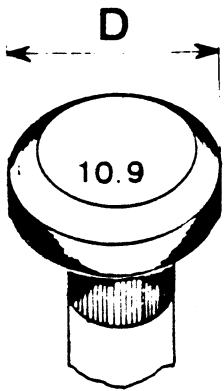

Fig. 3
- Diameter D van de boutkop (Fig. 3) is vergroot. Dit is noodzakelijk om een te hoge vlaktedruk op wielnaaf 14 te voorkomen.
- De wielbouts zijn van een ander materiaal vervaardigd met hogere treksterkte. De treksterkte is verhoogd van 8.8 naar 10.9 en staat op de boutkop aangegeven (Fig. 3).
De wielbouts bij de naafcentrering zijn eenvoudig herkenbaar aan de materiaalkwaliteit zoals die aangegeven staat op de kop van de wielbouts (Fig. 3).